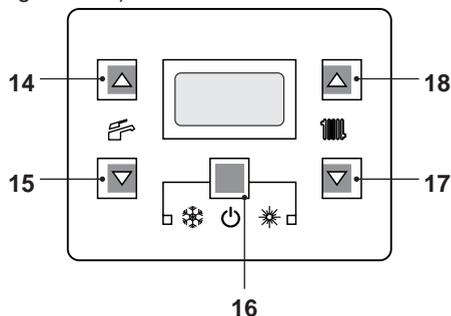
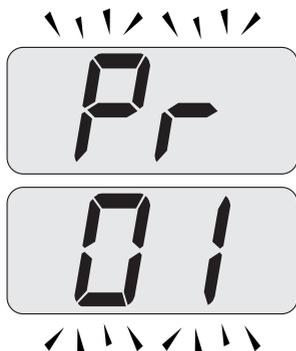

Figura 9.28
Figura 9.29
- Entrare in "modalità programmazione" premendo contemporaneamente per 10 secondi i tasti 16 - 17 - 18 (Figura 9.28) fino a far apparire sul display LCD le lettere **Pr** che si alternano con il codice **01** indicanti l'entrata nel "parametro 01" (Figura 9.29).
- Premere contemporaneamente i tasti 16 e 18 (Figura 9.28) fino a far apparire sul display LCD il valore del parametro 01 (Figura 9.30) (65=**M260V.2025 SM**, 68=**M260V.2025 SM** o 66=**M260V.3035**
- Premendo contemporaneamente i tasti 16 e 17 (Figura 9.28) si esce senza modificare il valore (ritorno alla lista parametri Figura 9.29)
- Premendo contemporaneamente per 10 secondi i tasti 16 - 17 - 18 (Figura 9.28) si esce dalla "modalità programmazione".